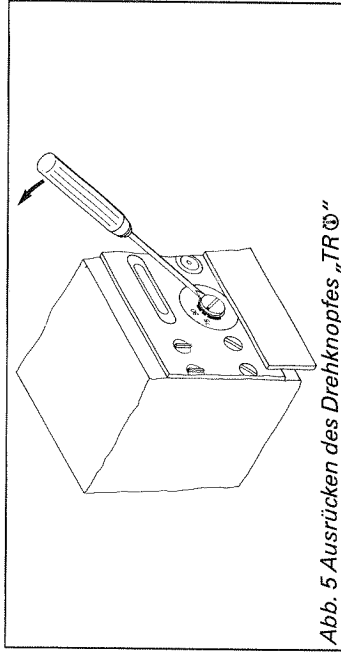

Abb. 5 Ausrücken des Drehknopfes „TR Ø“
1. Drehknopf „TR Ø“ hinter der Abdeckklappe mit einem entsprechenden Schraubendreher ausrücken (Abb. 5).